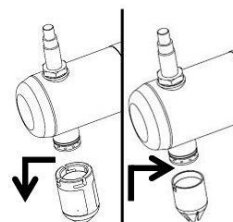

Abb. 4
- Ersetzen Sie die Reinigungsdüse durch die Garniertülle (Abb. 4)